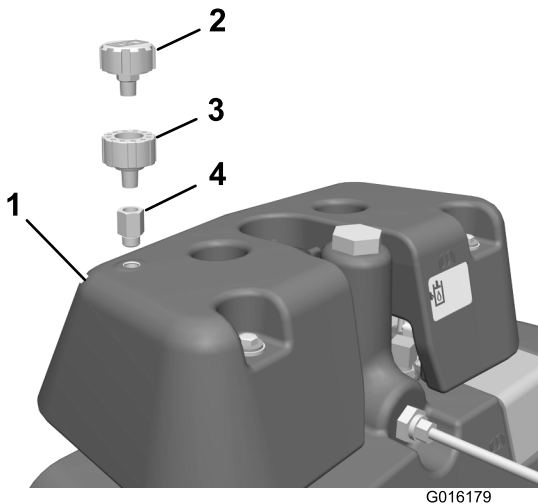

Figura 9
34. Instale el acoplamiento hidráulico, el adaptador del respiradero y el respiradero en el depósito del detector de fugas, según se muestra en (Figura 9).